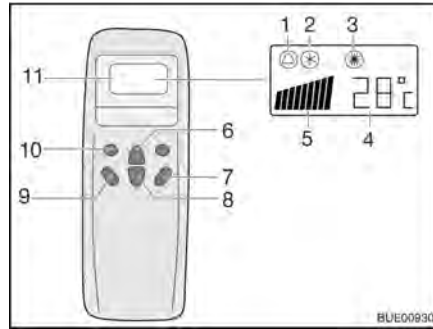
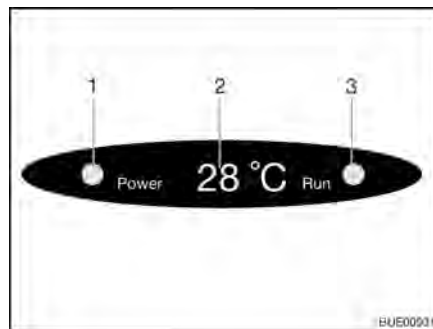

Fig. 149 Télécommande
Fig. 150 Affichage sur le diffuseur
- Appuyer sur la touche "ON/OFF" (Fig. 149,7).
- Appuyer sur la touche "Mode" (Fig. 149,10) autant de fois que nécessaire pour que le mode de fonctionnement souhaité (Fig. 149,1, 2 ou 3) s'affiche à l'écran. Le voyant de contrôle correspondant s'allume sur l'écran du diffuseur (Fig. 150,3).
- Régler la température souhaitée avec les touches d'augmentation de la température (Fig. 149,6) ou de diminution de la température (Fig. 149,8).
- Sélectionner le niveau de ventilation souhaité à l'aide de la touche de vitesse du ventilateur (Fig. 149,9).